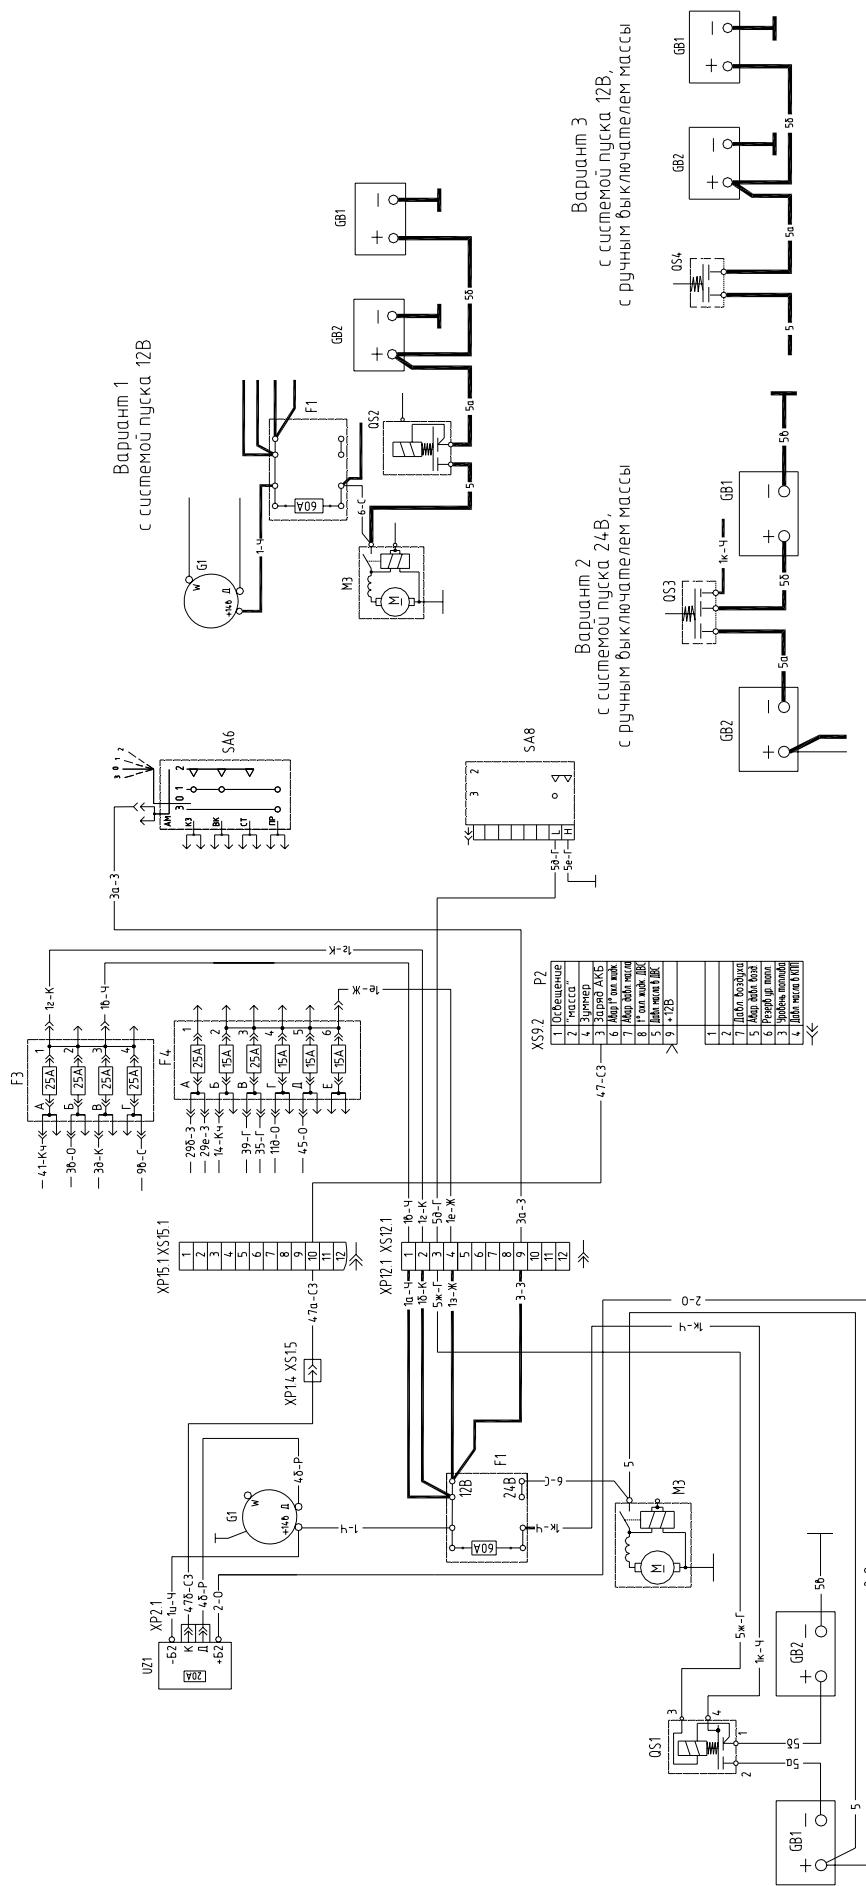

Рис. 2. Система электроснабжения тракторов
- система с номинальным напряжением бортовой электросети 12 В и системой пуска 12 В с двумя параллельно соединенными батареями по 12 В каждая (рис. 2, варианты 1, 3 и рис. 3);
- система с номинальным напряжением бортовой электросети 12 В и системой пуска 24 В с двумя аккумуляторными батареями по 12 В каждая, соединенными последовательно с помощью размыкателя (рис. 2, вариант 2 и рис. 4).
На рис. 2 показана схема системы электроснабжения с четырьмя вариантами соединения АКБ и выключателей «массы» (размыкателей):
Г. На тракторах с системой электроснабжения 12/24В (рис. 2) и преобразователем напряжения UZ1 не заряжается левая АКБ;